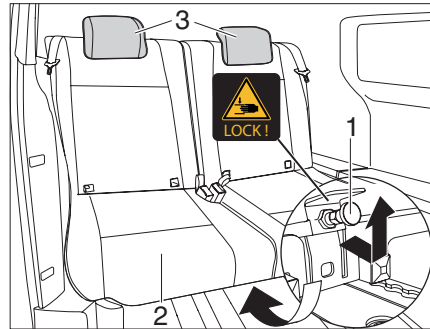
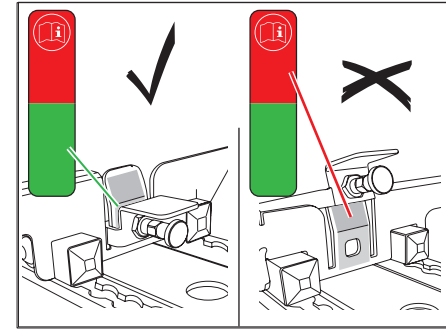
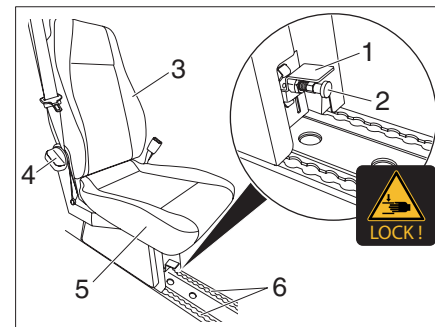

Bild 16 Verriegelung Sitzbank
Bild 17 Stellung der Verriegelungen
Bild 23 Sitz einbauen
- ▶ Rastbolzen (Bild 16,1) unter der Sitzbank (Bild 16,2) leicht nach unten drücken und ziehen.
- ▶ Sitzbank (Bild 16,2) nach vorne schieben und Rastbolzen (Bild 16,1) wieder verriegeln.
- ▶ Taster drücken und Kopfstützen (Bild 16,3) nach oben abziehen.
- ▶ Sitz (Bild 23,5) in die Schiene (Bild 23,6) heben.
Der Verriegelungshebel (Bild 23,1) muss sich dabei in oberer Stellung befinden (Markierungen und Kennzeichnungen siehe Bild 16 und Bild 17).
- ▶ Prüfen, ob der Sitz (Bild 23,5) richtig eingearastet ist.
- ▶ Rastbolzen (Bild 23,2) ziehen und Verriegelungshebel (Bild 23,1) nach unten drücken.
- ▶ Verstellknopf (Bild 23,4) drehen.
Die Rückenlehne (Bild 23,3) klappt nach vorne.
- ▶ Verriegelungshebel (Bild 23,1) nach oben ziehen.
- ▶ Sitz (Bild 23,5) aus der Schiene heben und ggf. kurz absetzen.
- ▶ Sitz an Sitzpolster und Rückenlehne (Bild 23,3) fassen und aus dem Fahrzeug tragen.